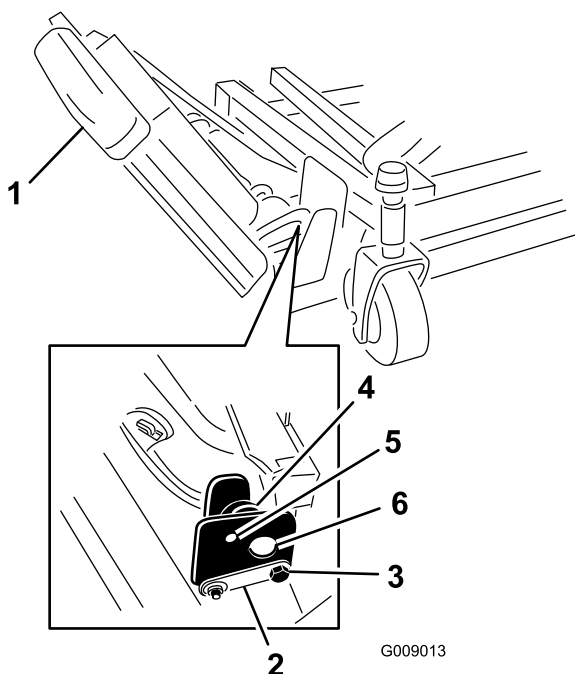

Рисунок 3
1. Выверните гайки, которые крепят передний и задний фиксирующие болты к опорам правого крыла деки (Рисунок 3).
2. Поддерживая правое крыло, снимите передний и задний фиксирующие болты с опор деки (Рисунок 3).